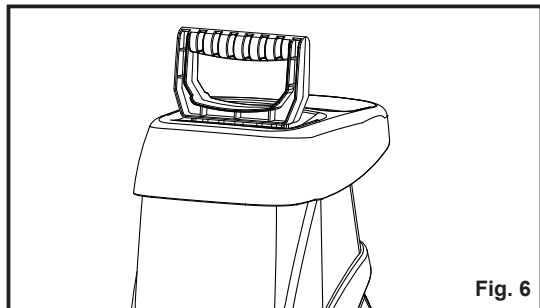

Fig. 6
- Utilisez la palette de poussée pour aider à introduire le matériau de jardinage dans la trémie (Fig. 6).